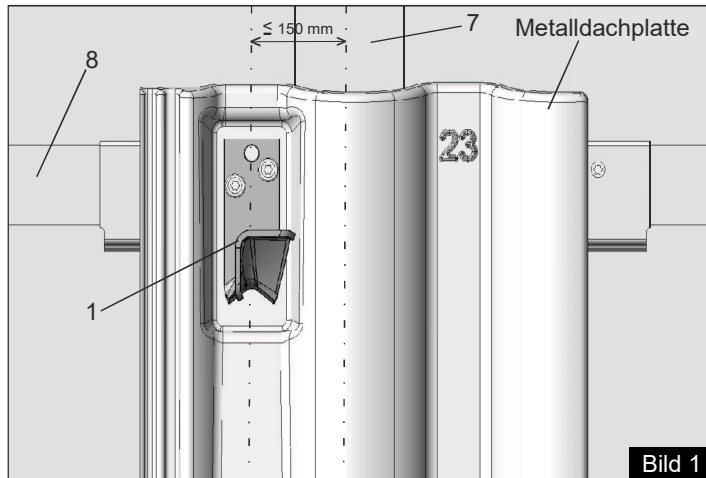
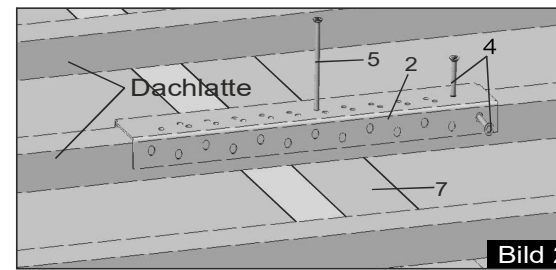

Bild 1
Bild 2
- Position des Aufdachmodulhalters mit Metalldachplatte so festlegen, dass zwischen Halteelement (1) und Sparrenmitte ein Abstand von 150 mm nicht überschritten wird. (Bild 1)
- Verstärkungsschiene (2) mittig zum Sparren auf die Dachlatte auflegen.
- Verstärkungsschiene (2) horizontal verschieben bis das Langloch des Stützelements (3) mit einem Loch der Verstärkungsschiene (2) übereinstimmt. Verstärkungsschiene (2) mit einer Schraube (4) in Fallinie fixieren. (Schraube (4) alternativ auch von oben schraubbar). (Bild 2)
- Aufdachmodulhalter mit Metalldachplatte nochmals abnehmen und die Verstärkungsschiene (2) mit Schraube (5) am Sparren verschrauben. (Bild 2)